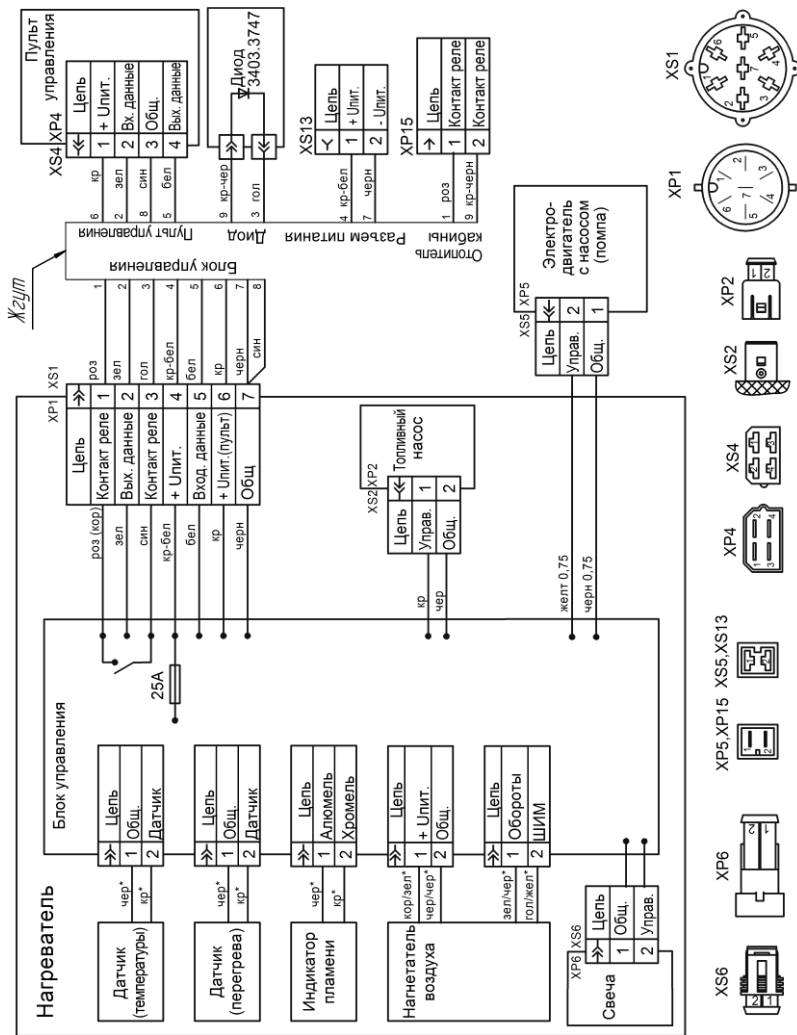

Рис. 1 - Схема электрических соединений.
2. Проверить наличие напряжения на разъеме XS1 (рис.1).
3. Проверить предохранитель 25А который находится в блоке управления (рис.1), при необходимости заменить.
8.1 Поиск неисправностей необходимо начать с проверки контактов разъемов проверяемых цепей (см. таблицу 1 и схему электрических соединений на рис. 1).